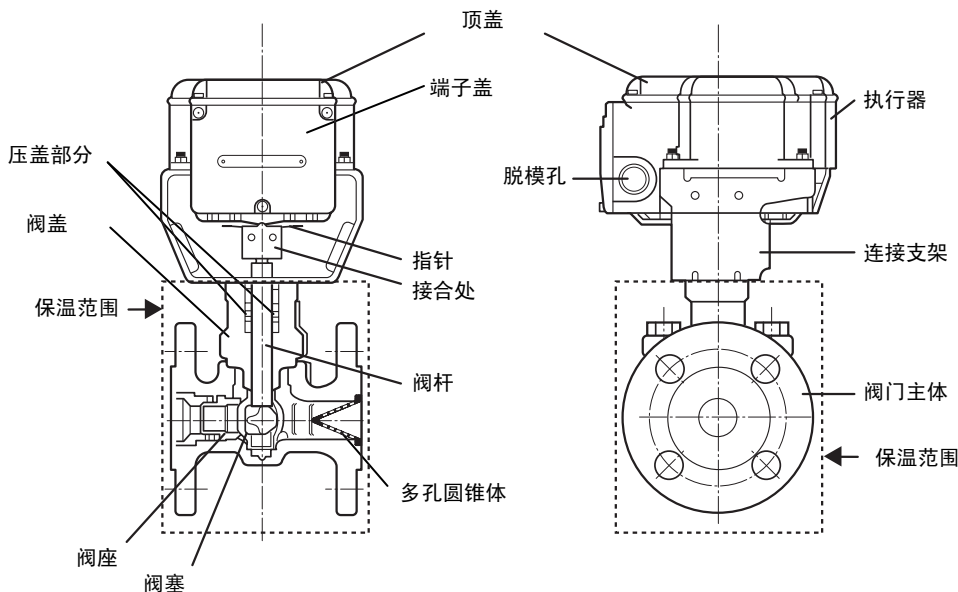

图4 部件名称
- 4) 不得在执行器以及连接支架上使用保温材料。如有必要，只可将保温材料用于图4虚线范围内的区域。